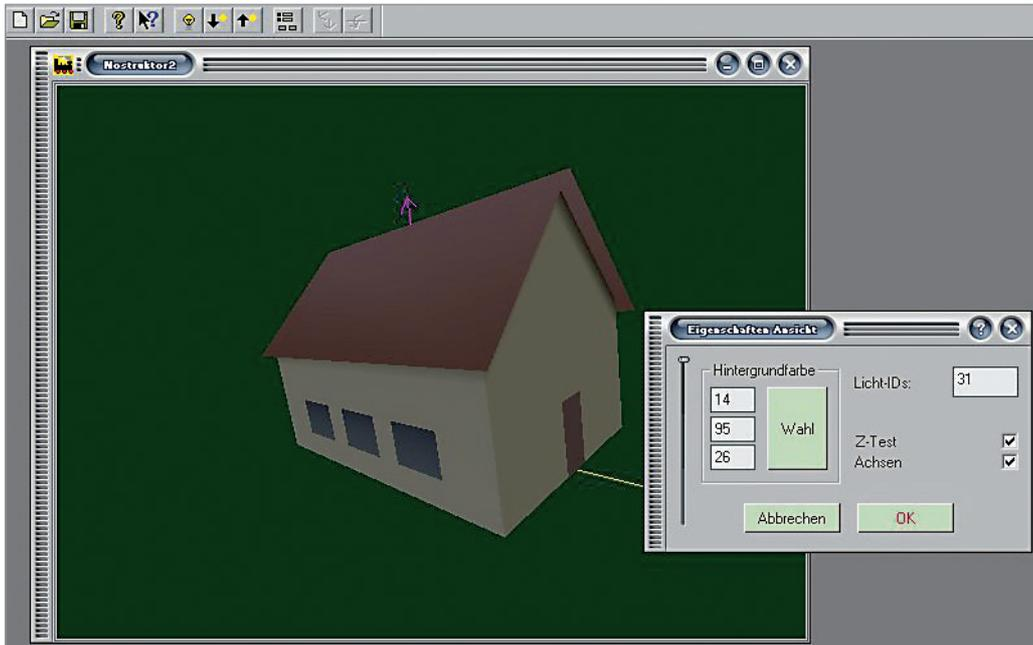

Abb. 17a
Abb. 17a und 17b:
- ☞ Klicken Sie nun mehrmals hintereinander auf  und beobachten Sie, wie das Licht in den Fenstern die Nacht im 3D-Fenster erhellt. (Abb. 17a und 17b)